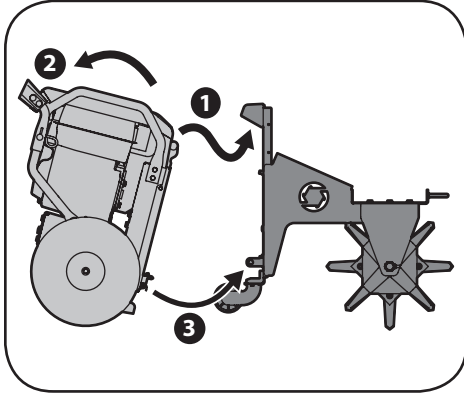

Figura 4-3
3. Vuelque la base de potencia FLEX™ hacia atrás para enganchar los dos puntos de conexión inferiores (2 y 3 en la Figura 4-3).